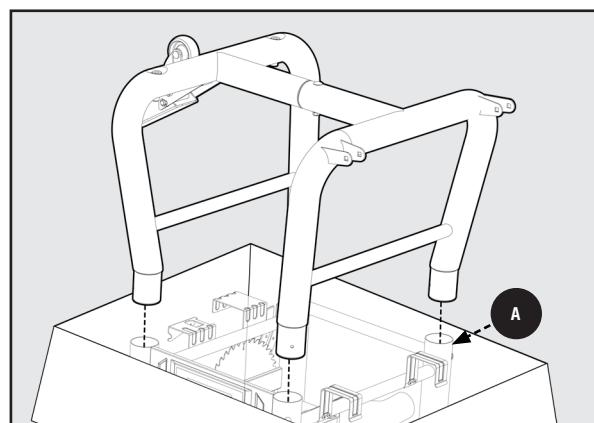

Figure 2
2. Insérez les quatre extrémités ouvertes des pieds du tube dans les colliers de pied **A** comme indiqué. À l'aide d'une clé de 10mm, fixez chaque pied avec un boulon et (4) écrou M6 x 72mm **HP4** et (4) écrou Nylock M6 **HP5** et serrez. Voir la Figure 2.